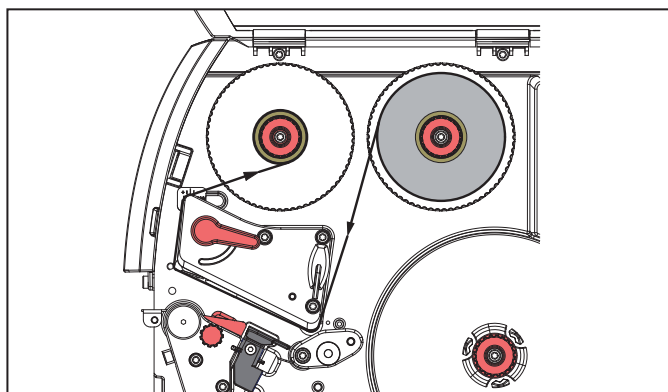

Bild 6.4 Transferfolienlauf
- Drehen Sie den Hebel (6) gegen den Uhrzeigersinn, um den Druckkopf anzuheben.
- Schieben Sie die Transferfolienrolle (1) so auf den Abwickler (2), dass die Farbbeschichtung der Folie beim Abwickeln nach unten zeigt.
- Positionieren Sie die Transferfolienrolle (1) so auf dem Abwickler, dass die Skaleneinstellung an beiden Seiten der Rolle identisch ist.
- Halten Sie die Transferfolienrolle (1) fest und drehen Sie den Drehknopf am Abwickler (3) gegen den Uhrzeigersinn, bis die Transferfolienrolle fixiert ist.
- Schieben Sie einen geeigneten Transferfolienkern (4) auf den Transferfolienaufwickler (5) und fixieren Sie ihn in gleicher Weise.
- Führen Sie die Transferfolie durch die Druckbaugruppe, siehe Bild 6.4.
- Fixieren Sie den Anfang der Transferfolie mit einem Klebestreifen am Transferfolienkern (4). Beachten Sie dabei die Rotationsrichtung des Transferfolienaufwicklers entgegen dem Uhrzeigersinn.
- Drehen Sie den Transferfolienaufwickler (5) gegen den Uhrzeigersinn, um den Transferfolienlauf zu glätten.
- Drehen Sie den Hebel (6) im Uhrzeigersinn, um den Druckkopf zu verriegeln.